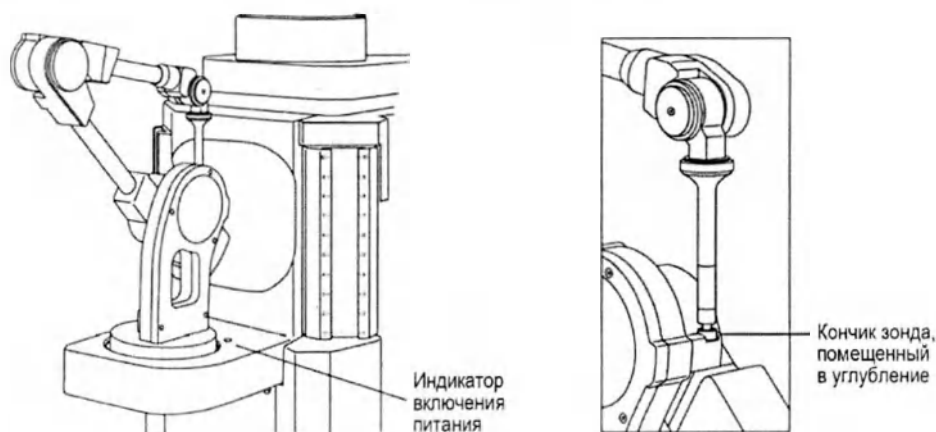

Рисунок 4-5. Оцифровывающее устройство в исходном положении.
2. Проверьте, находится ли оцифровывающее устройство в исходной позиции. Если необходимо, установите датчик оцифровывающего устройства в углубление, установив оцифровывающее устройство на блокировку (Рисунок 4-5).
3. Проверьте свечение индикатора. Перед тестированием оцифровывающего устройства убедитесь, что индикатор включения питания (ON) на платформе оцифровывающего устройства горит красным цветом (Рисунок 4-5). Это означает, что передача сигналов в порядке и устройство готово к наведению на рабочий участок.